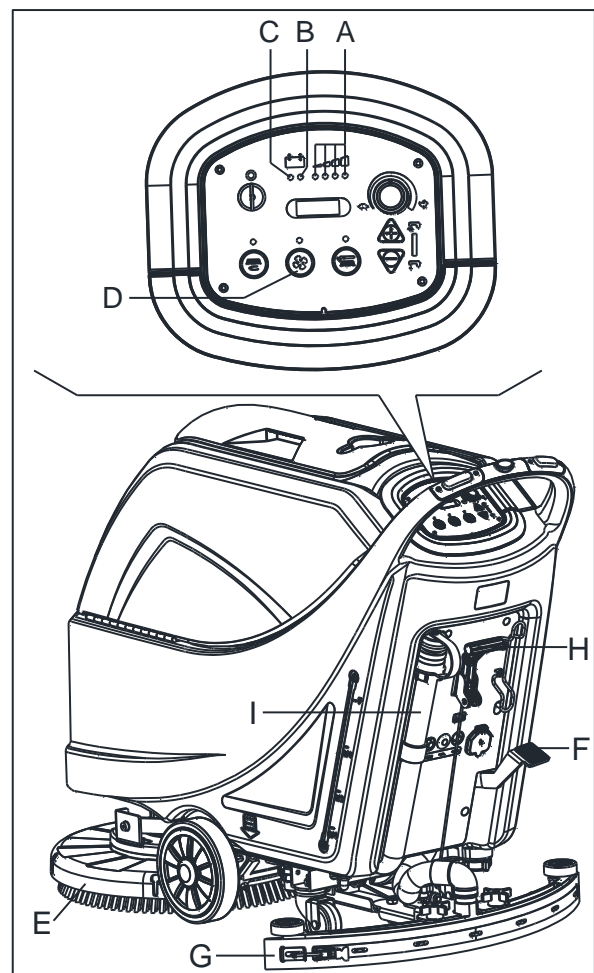
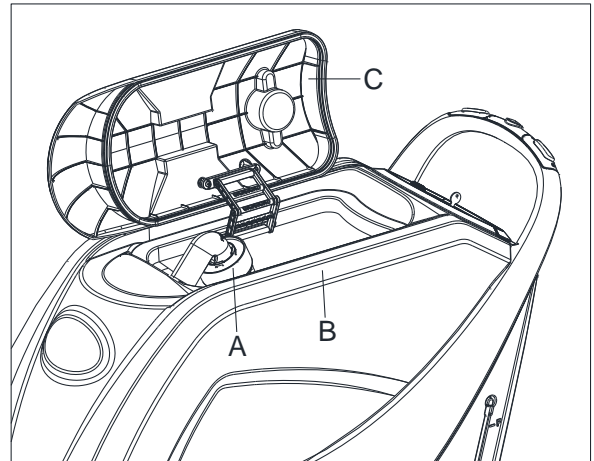

Figura 10
Figura 11
Mientras que la luz de aviso verde (A, Figura 11) está iluminada, las baterías permiten que la máquina funcione normalmente. Cuando luz de aviso verde (A) se apaga y se ilumina la luz de aviso amarilla (B), es aconsejable cargar las baterías ya que la carga restante durará unos pocos minutos (dependiendo de las características de la batería y el trabajo a realizar). Cuando se ilumina la luz de aviso roja (C), las baterías están completamente descargadas. Pasados algunos segundos, el portacepillos/porta-discos se apaga automáticamente, mientras que el sistema de aspiración y el sistema de accionamiento (solo para máquinas con tracción) siguen funcionando, para concluir el secado del suelo y conducir la máquina a la zona de carga designada.
Un sistema de cierre del flotador automático (A, Figura 11) bloquea el sistema de aspiración cuando el depósito de agua sucia (B) está lleno. La desactivación del sistema de aspiración se indica mediante un aumento repentino en la frecuencia de ruido del motor del sistema de aspiración, y también el suelo no se seca.
Si el sistema de aspiración se apaga accidentalmente (por ejemplo, cuando el flotador se activa debido a un movimiento brusco de la máquina), para reanudar la operación: apague el sistema de aspiración pulsando el interruptor (D, Figura 10), a continuación, abra la tapa (C, Figura 11) y compruebe que el flotador dentro de la rejilla (a) ha bajado al nivel del agua. Luego cierre la tapa (c) y ponga en marcha el sistema de aspiración pulsando el interruptor (D, Figura 10).
Cuando el depósito de agua sucia (B, Figura 11) está lleno, vacíelo de acuerdo con el siguiente procedimiento.
2. Levante el grupo de cepillo del portacepillos/porta-discos (E, Figura 10) pisando el pedal (F, Figura 10). (solo para la máquina de discos)
3. Levante la boquilla de aspiración (G, Figura 10) usando la palanca (H, Figura 10).
5. Vacíe el depósito de agua sucia usando la manguera (I, Figura 10). A continuación, enjuague el depósito (B, Figura 11) con agua limpia.